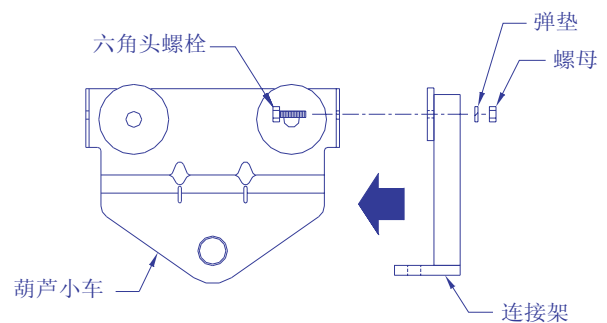

图1.葫芦小车/型轨小车连接架
2.2 将连接架上的孔与型轨小车 / 葫芦小车上的孔对齐，确保连接架方向与图1中一致。